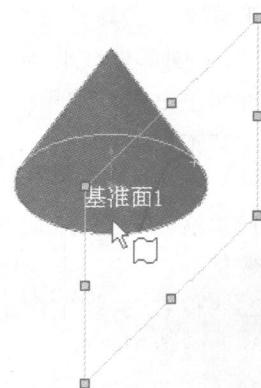

图 1-6 选择圆锥表面与基准面 1
- (2) 分别单击基准面 1 和圆锥的表面，如图 1-6 所示，草图样条曲线在交叉处出现，单击“重建模型”图标按钮 B 即可。